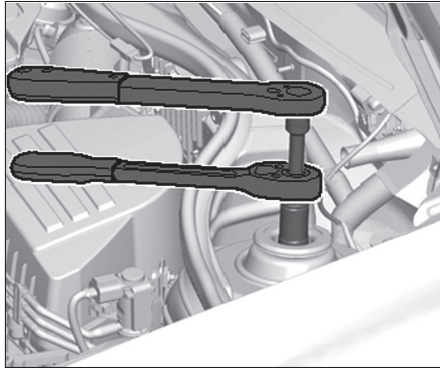

FIG. 13
• A l'aide d'un montage approprié, déposer la fixation supérieure de l'amortisseur puis retirer la jambe de force vers le bas (Fig.13).